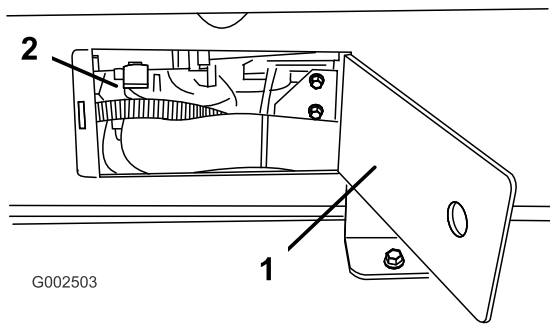

図 21
11. タンク台の左右についているアクセスパネル からのぞき込んで、ホースやラインが台の下でつぶされていないことを確認する (図 21)。